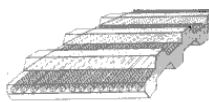

Fig. 3^A
- Correias em "V" "Conjugadas" ou "Geminadas" - correias **unidas por uma manta de borracha** na parte superior do perfil em "V" (fig. 3);